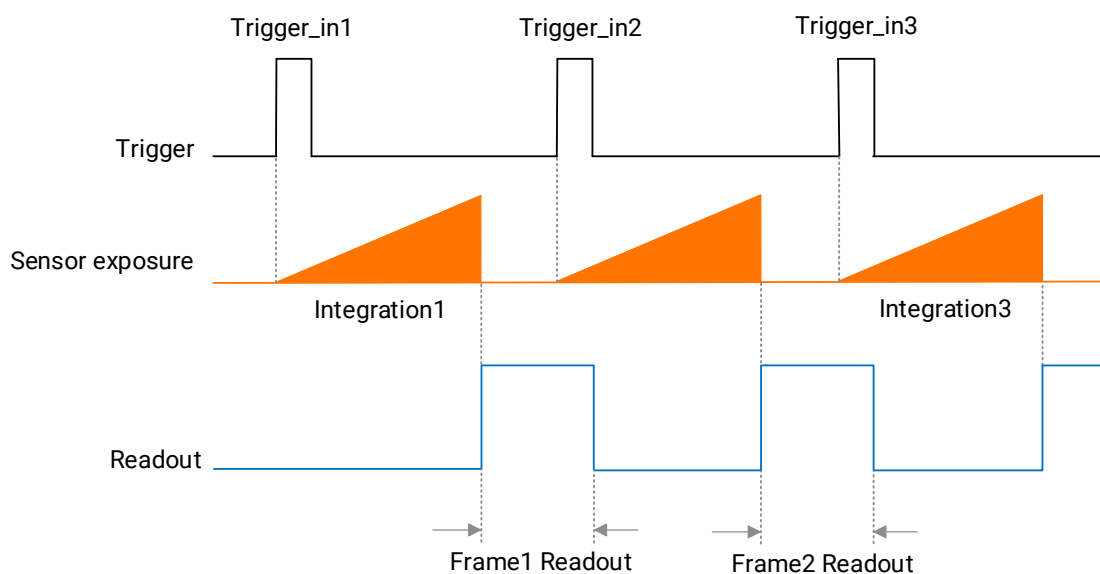

图6-16 第2帧正常处理时序
- 若第2个触发信号第1帧图像的曝光结束时间不早于设备当前第1个触发信号最后1帧的出图时间，则第2个触发信号正常出图，如图6-16所示。